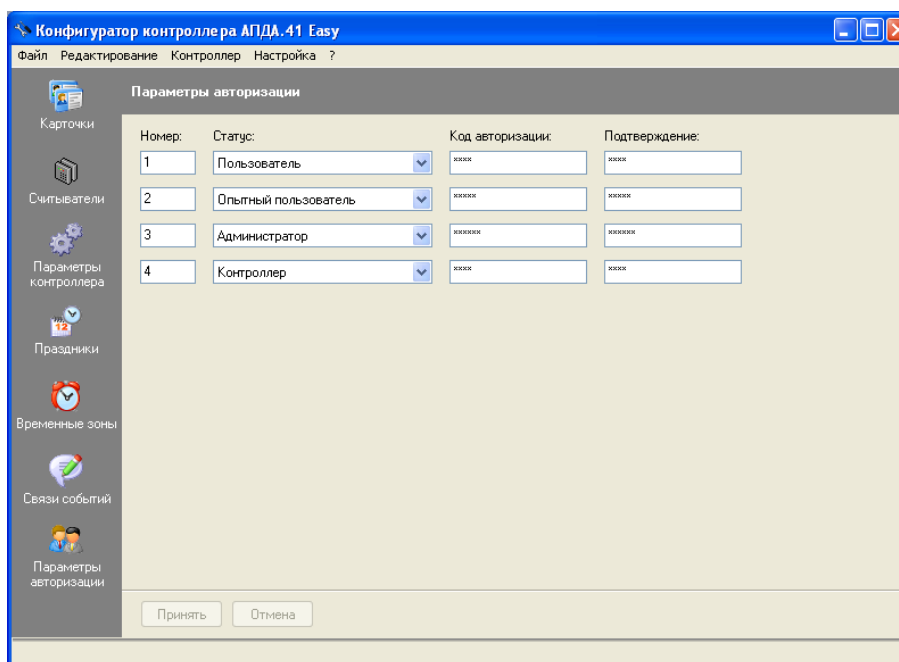

Рисунок 32
- 10) При необходимости, измените параметры авторизации при обмене по сети. Для этого выберите пункт меню "Редактирование/Параметры авторизации", в открывшемся окне "Параметры авторизации" (см. Рисунок 32) отредактируйте коды авторизации и нажмите кнопку "Принять".